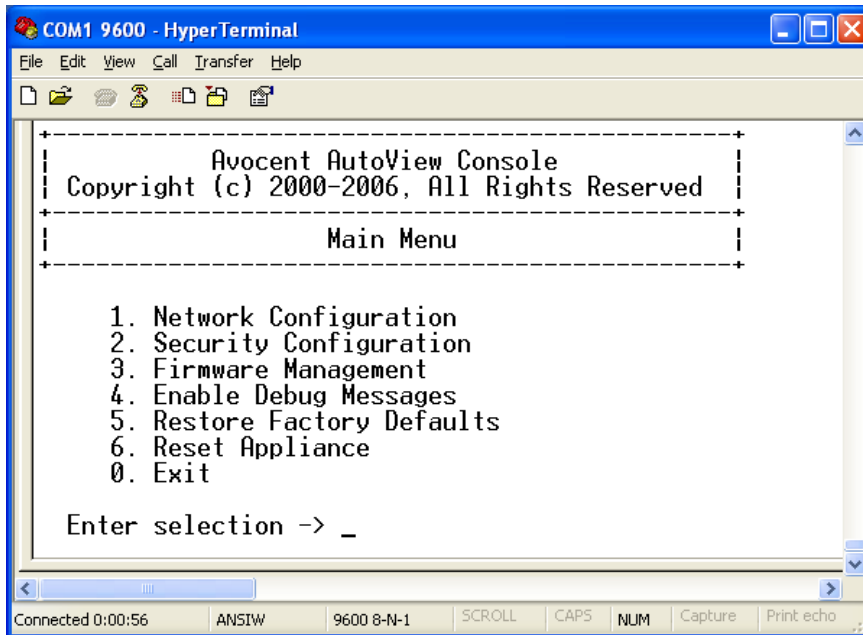

Figure 6.1 : Menu principal de la console
1. Lorsque vous mettez le commutateur AutoView 3100/3200 sous tension, il s'initialise pendant une minute environ. Une fois l'initialisation terminée, appuyez sur une touche quelconque du terminal ou de l'ordinateur exécutant le logiciel d'émulation de terminal pour accéder à l'interface du menu de la console, comme indiqué à la Figure 6.1 à la page 62.